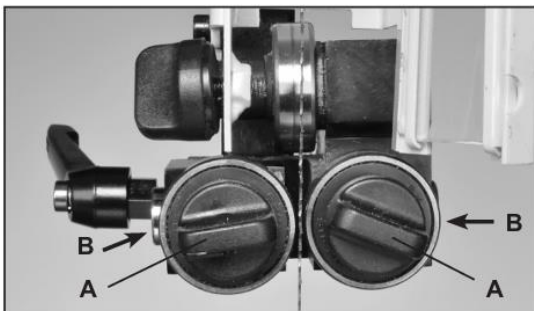
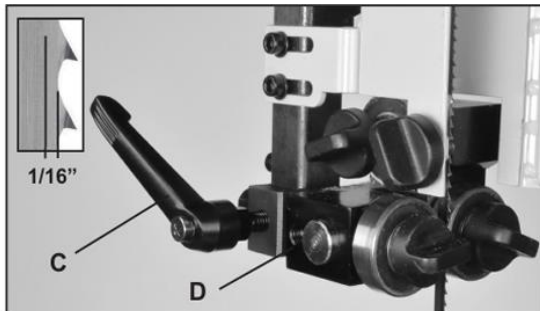

Рис. 22
Рис. 23
1. Установите правую и левую роликовые направляющие относительно близко к пильному полотну. Сначала ослабьте их передние фиксаторы (#21C, рис. 22, A). Направляющие валы (#25C), на которых закреплены направляющие подшипники, подпружинены! Чтобы переместить направляющие к пильному полотну, просто нажмите на концы направляющих стержней (B) или с помощью передних фиксирующих ручек подтяните направляющие к лезвию. Зафиксируйте направляющие на месте. Рис. 22.
2. Направляющие должны находиться примерно на расстоянии 1,6 мм (1/16 дюйма) от желобков пильного полотна. Если их необходимо передвинуть, ослабьте ручку заднего зажима (№31C, рис. 23, B) и передвиньте верхний направляющий блок (№20C, Г), который удерживает направляющие, так, чтобы направляющие были правильно расположены за желобками пильного полотна. После этого снова затяните ручку на 1,6 мм (1/16 дюйма) (рис. 22 и D). Рис. 23.